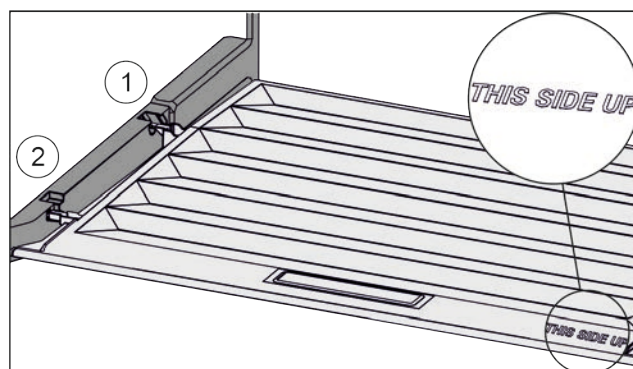

Fig. 32
- ▶ Вставить поперечные ребра крышки через отверстие заднего держателя Fig. 32 (1) и защелкнуть спереди в держателе Fig. 32 (2).